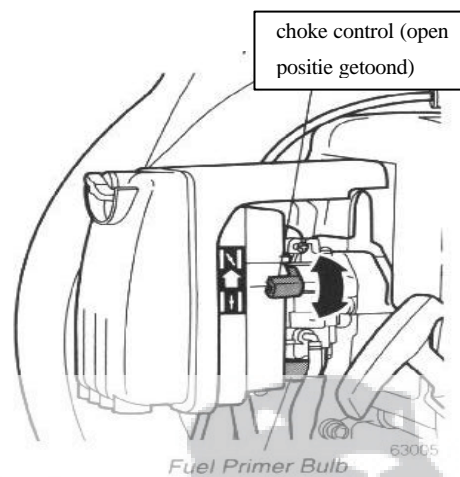

Figure 6
3. Bereid het benzine systeem voor, door de primer herhaaldelijk in te knijpen, tot het bolletje gevuld is met benzine en duw de choke hendel omhoog (gesloten positie) zie fig. 6.